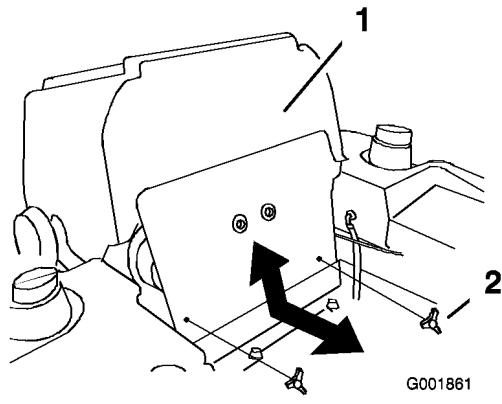

Bild 61
3. Kippen Sie den Sitz nach vorne und entfernen Sie die vordere Motorverkleidung (Bild 61).
7. Setzen Sie die vordere Motorverkleidung ein (Bild 61).